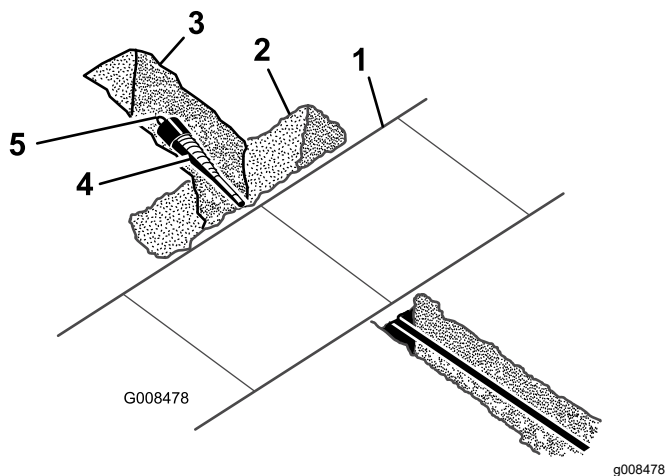

Figura 28
1. Usando una pala, cave con cuidado alrededor de la broca, eliminando suficiente tierra para poder retirarla (Figura 28).
2. Retire la broca y acople el escariador (Figura 28); consulte Instalación de un accesorio \(página 15\).
3. Conecte el cable o la tubería a instalar al conector giratorio del escariador (Figura 28).